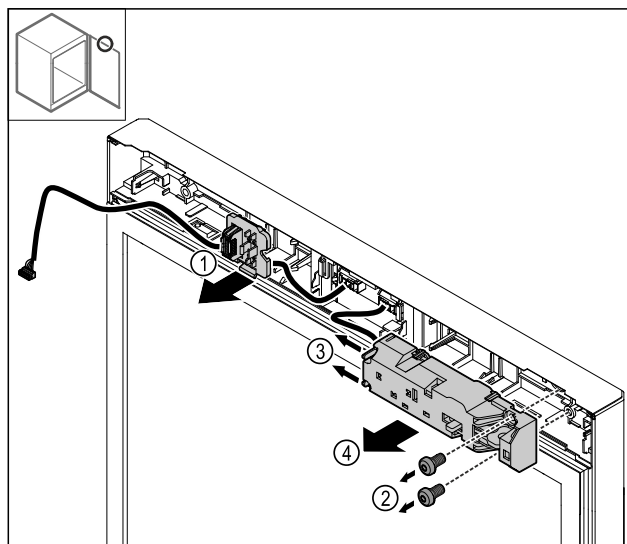

Fig. 27
- ▶ Odpnite držalo vtiča Fig. 27 (1).
- ▶ Odstranite vijake Fig. 27 (2).
- ▶ Zaklepni zatič Fig. 27 (3) potisnite v stran in snemite električno ključavnico Fig. 27 (4).